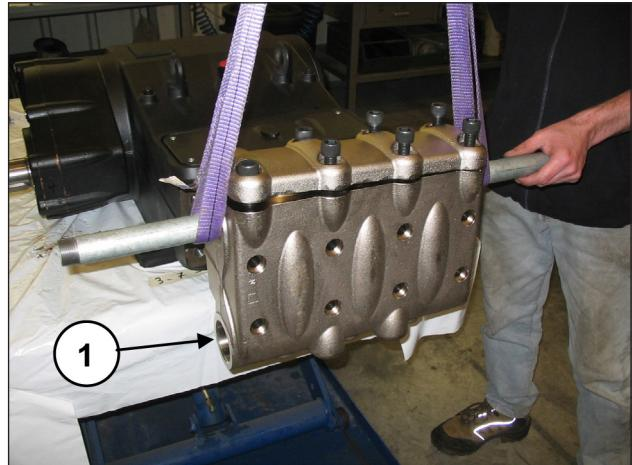
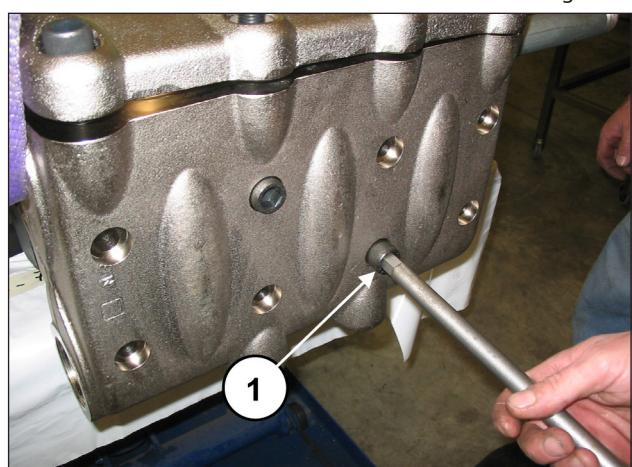

Fig. 117
Fig. 118
Montar la cabeza en el cárter de la bomba (pos. ①, Fig. 117) sin golpear los pistones y apretar los 8 tornillos M16x180 (pos. ①, Fig. 118).
Apretar en diagonal los 4 tornillos M16x180 internos (ver Fig. 117) y a continuación los 4 externos.